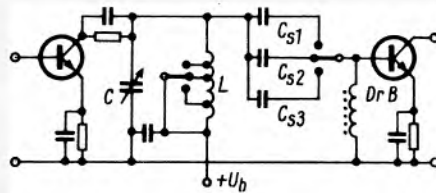
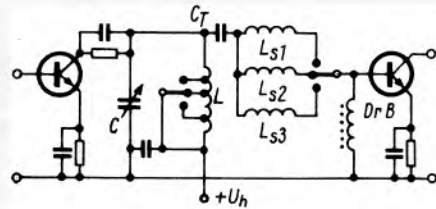

Bild 4. Vereinfachte Anpassung zwischen Treiberstufe und Endstufe mit Serienkondensator
Bild 5. Vereinfachte Anpassung zwischen Treiberstufe und Endstufe mit Serieninduktivität
Unschön an dieser Schaltung ist, daß für den Bereichswchsel wenigstens drei Umschaltkontakte erforderlich sind. Bild 4 zeigt eine Möglichkeit, mit nur zwei Umschaltern auszukommen. Hier erfolgt die Anpassung an den Endstufentransistor mit einem Serienkondensator  $C_s$ , dessen genauer Wert (Blindwiderstand einige zehn bis hundert Ω) am besten experimentell ermittelt wird. Bei hohen Frequenzen kann aber die Spule  $L$  wegen der zusätzlichen kapazitiven Belastung des Parallelschwingkreises unangenehm klein werden. Man kann sich helfen, indem man den Kondensator  $C_s$  nicht am heißen Ende, sondern an eine Anzapfung der Spule anschließt. Günstiger ist es jedoch, anstelle der Kapazität eine Induktivität  $L_6$  mit gleichem Blindwiderstand zu verwenden (Bild 5). Die Kollektorgleichspannung muß dann mit einem Kondensator  $C_T$  abgetrennt werden.
2. Nebenresonanz im Basiskreis durch eine große Drossel DrB möglichst tief legen; auch die Treiberdrossel DrT beachten; evtl. Anpassung nach Bild 4 oder 5 aufbauen.
II. UKW-Schwingungen treten gern bei Transistoren sehr hoher Grenzfrequenz auf, aber nur dann, wenn die Eingangsanpassung einen parasitären UKW-Leitungskreis bilden kann (Bild 4). Will man nicht auf eine der anderen Anpaßschaltungen übergehen, so helfen